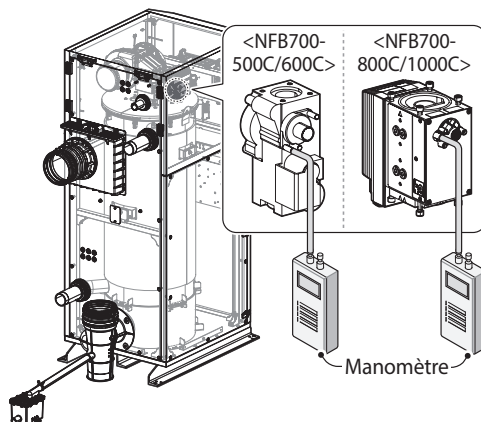

Figure 11. Connexion d'un manomètre numérique
- a. Ouvrez la lumière de refoulement de correction en desserrant la vis de deux tours comme illustré à la figure 11.